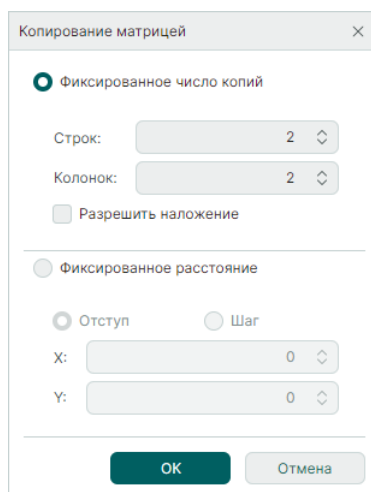

Рис. 353 Фиксированное число копий
- «Фиксированное число копий» – укажите число строк и колонок и установите при необходимости флаг в поле «Разрешить наложение» для допуска наложения копируемых объектов друг на друга, см. Рис. 353.